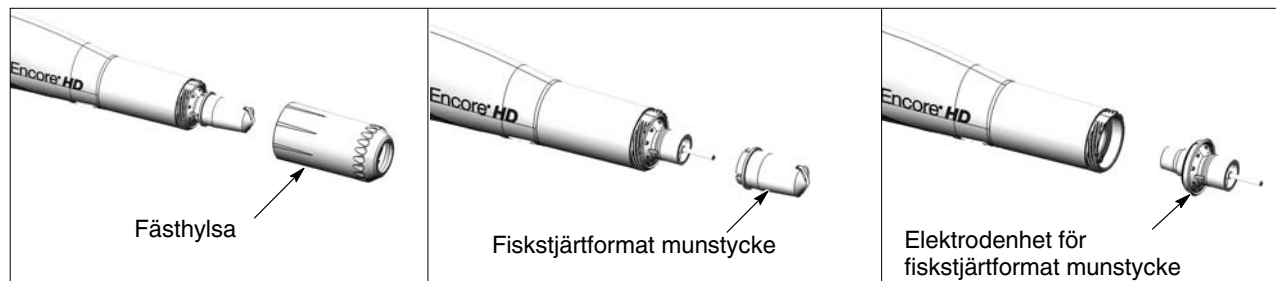

Bild 4-4 Byte av fiskstjärthformat spraymunstycke
2. Se bild 4-4. Skruva moturs av munstycksmuttern.